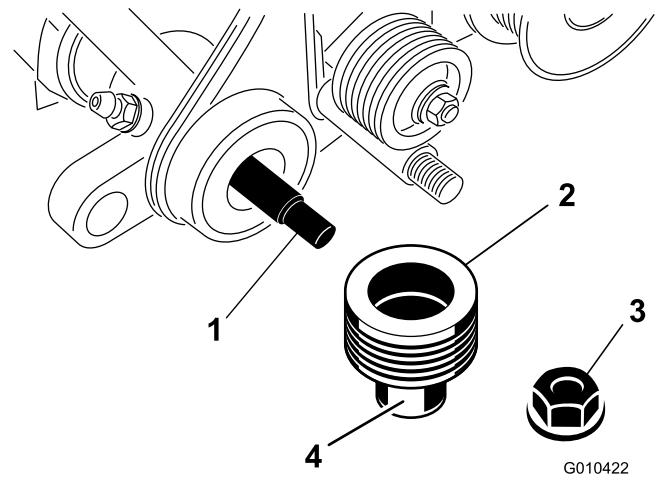

Figure 8
3. Appliquez de la graisse sur la surface extérieure de la poulie menée, comme montré à la Figure 8.
4. Glissez la poulie sur l' arbre de groomer (Figure 8).
5. Fixez la poulie sur l' arbre au moyen d'un contre-écrou (3/8 po), comme montré à la Figure 8.